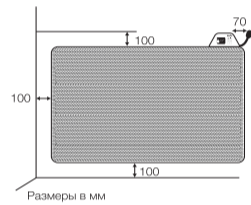

Рис. 4
С помощью кронштейнов установите обогреватель на стене согласно рисунку ниже. Расстояние от прибора до пола и окружающих предметов должно быть не менее 10 см (рис. 4).
4. Установить датчик Bullet Sensor, с помощью дюпеля и самореза, на стене, справа от блока управления, как показано на Рис. 4.